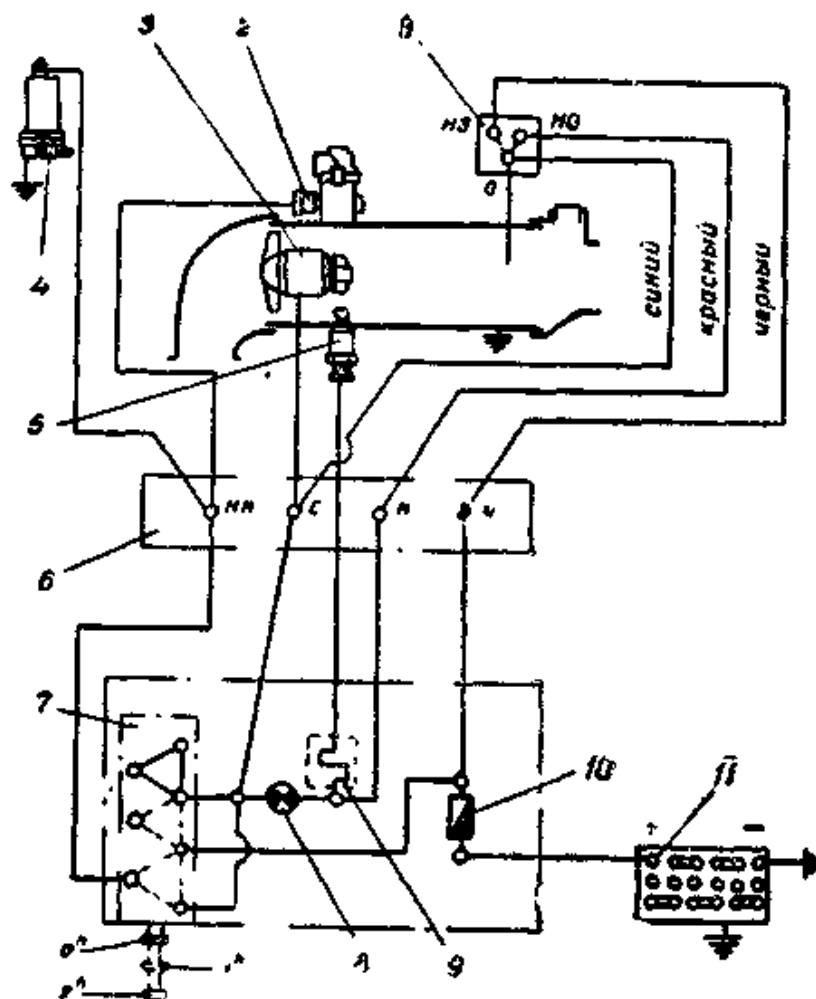

Рис. 97. Схема электрооборудования отопительной установки:
Выводные концы катушки электромагнита соединены: одна — с контактным штырем 2, к которому также подсоединяется клемма проводника питающего пучка проводов (см. рис. 97), а другая — к регулируемому неподвижному контакту 3. Регулировка момента размыкания контактов осуществляется с помощью регулировочного винта 4. Подвижный контакт замаскирован проводником 1. Замыкание контактов прерывателя происходит в конце хода нагнетания. После замыкания контактов вышеописанные процессы при работе бензонасоса повторяются до тех пор, пока не будет выключена кнопка включения отопителя на щитке приборов.
В систему электрооборудования отопительной установки входят (рис. 97):
Схема подключения потребителей системы электрооборудования отопительной установки показана на рис. 97.
В электрической цепи отопителя установлен размыкающийся предохранитель теплового действия на 20 а, который размещен на переключателе П-300. Провод переключателя от клеммы «1» (рис. 97) подключается к клемме «АМ» замка зажигания, которая всегда находится в соединенном состоянии с клеммой «плюс» аккумуляторной батареи.
При пуске отопительной установки включается электродвигатель 3 (рис. 97) и свеча накаливания 5 вместе с включенными в ее цепь контрольной лампочкой 8 и контрольной спиралью 9. Так как температура, действующая на кварцевый стержень температурного переключателя, ниже заданной, ток в электрической цепи, в которую включены свеча и контрольная спираль, проходит через клемму «НО» температурного переключателя 1.
3. Так как трубка температурного переключателя все еще находится под влиянием высокой температуры газов, клемма «О» замкнута с клеммой «НЗ» (рис. 97), что обеспечивает продолжение работы электродвигателя и горение контрольной лампочки. При этом крыльчатками продолжает подаваться свежий воздух, чем обеспечивается очистка от газов внутреннего пространства теплообменника, а также более быстрое его остывание. Этот режим работы отопителя называется продувкой.
строгом соответствии со схемой электрооборудования (рис. 97) и нормами пожарной безопасности.